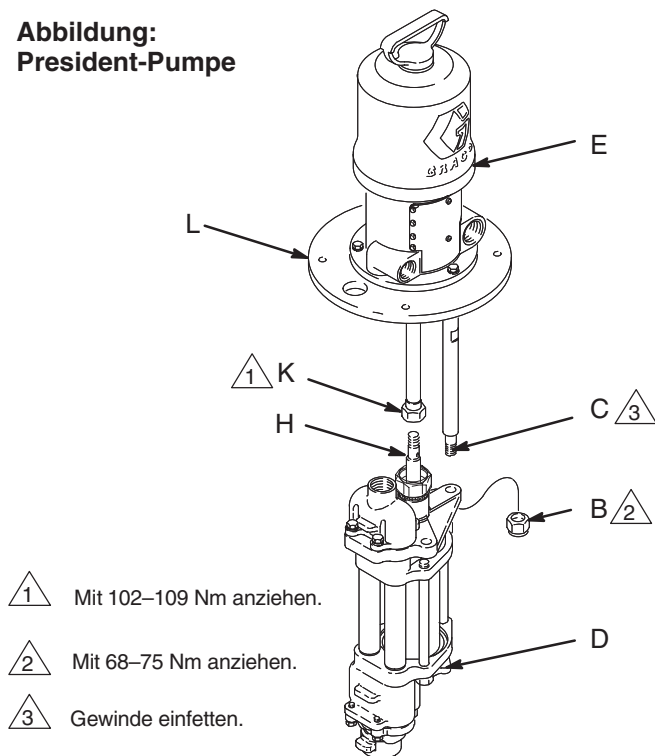
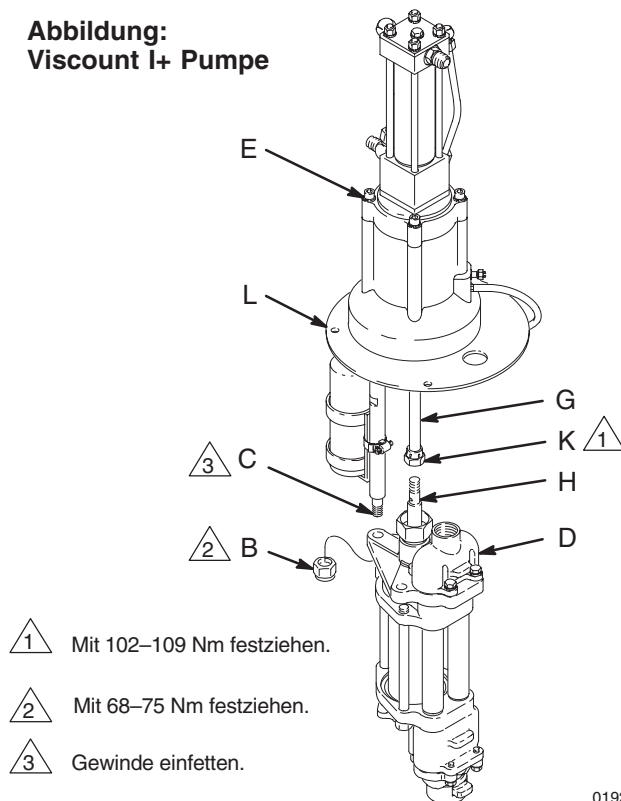

Abb. 8
Abb. 9
- Bei President- (Abb. 8) und Viscount-Pumpen (Abb. 9):
- *President- und Viscount-Pumpen:* siehe Abb. 9 und 10. Überwurfmutter (K) von der Kolbenstange (H) schrauben. Kupplungsstange (G) vom Luftmotor schrauben und beiseite legen.